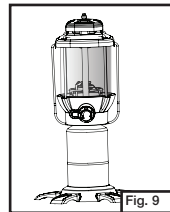

Fig. 9
- Ponga el cilindro asegurado en la base de la lámpara. (Fig. 9)